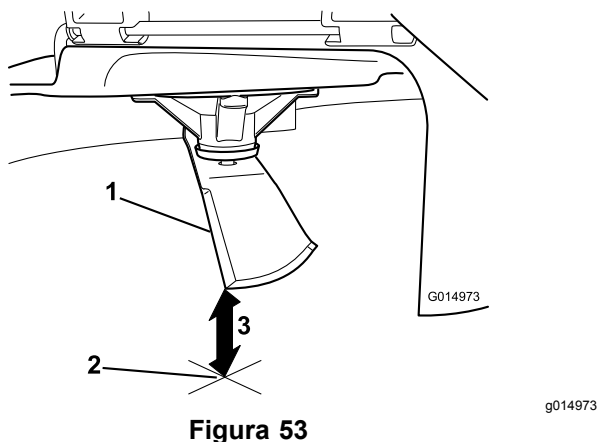

**Figura 52**
- Distanza misurata tra la lama e la superficie (A)
- Ruotate la stessa lama di 180 gradi in modo che il tagliente opposto si trovi ora nella stessa posizione (Figura 52).